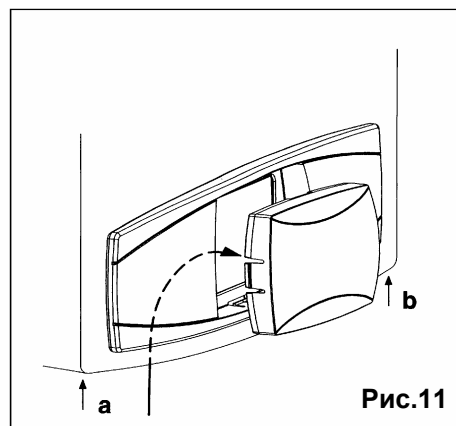

Рис.11
1. Отвинтить два винта (а - б рис.11), которые фиксируют корпус котла;
2. Приподнять слегка корпус и рукой выдавить наружу крышку передней панели (рис.11);
6. Закрыть корпус котла, завинтить два винта, которые его фиксируют (рис.11).
1. отвинтить два винта (a - b рис.11), которые фиксируют корпус котла;